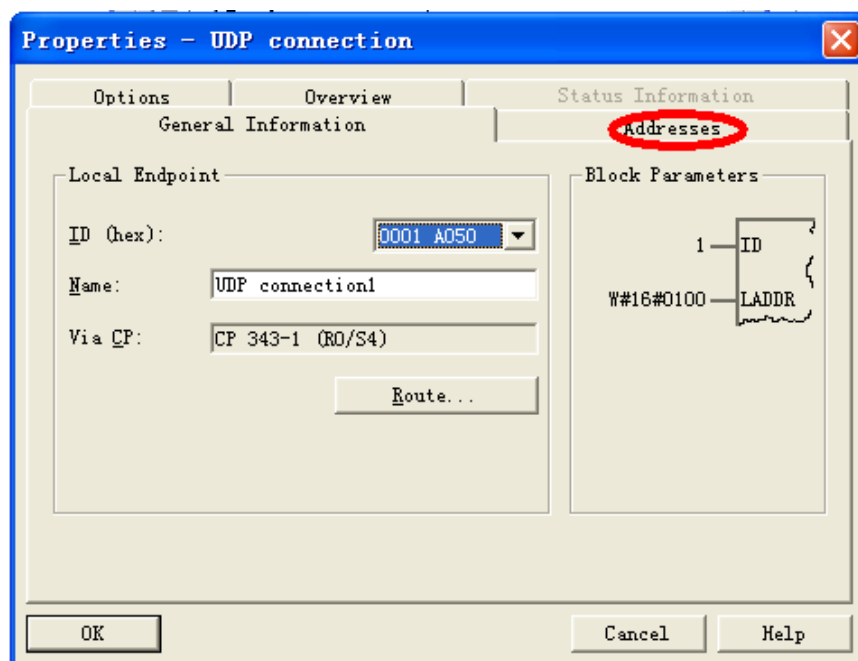
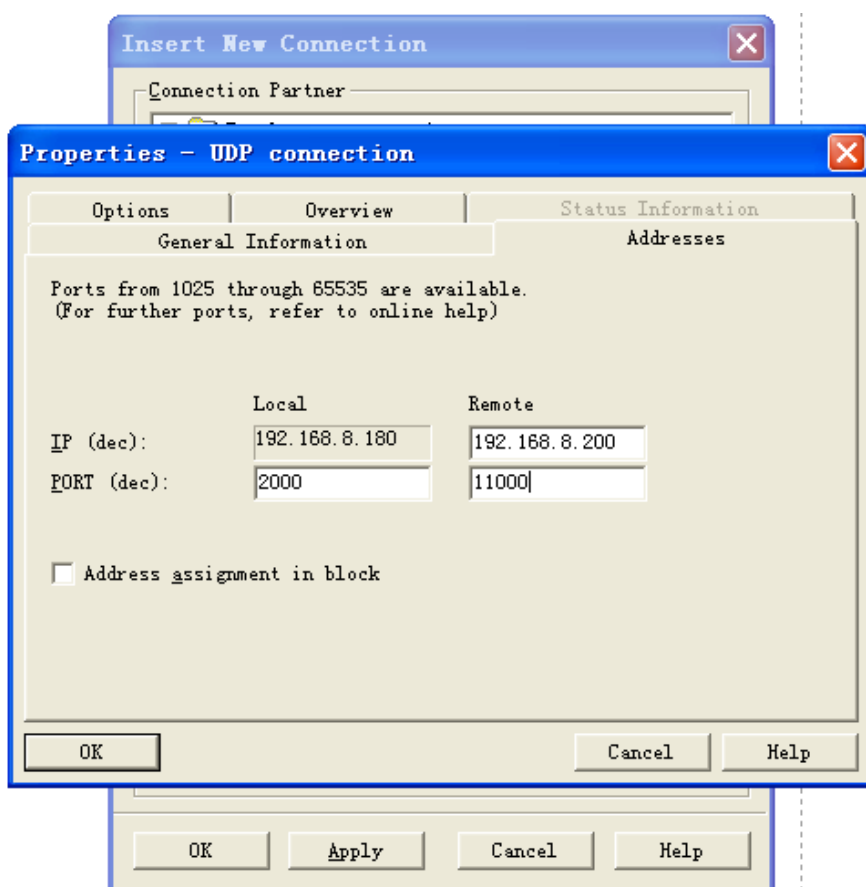

图 1.1.16
图 1.1.17
(5)、点击确定后，会出现如图 1.1.16 的界面，这里选择 ID 为 10(可修改)，然后选择 Address 选项。在 Address 选项中填写通信设备的 IP 地址和端口号等参数。
配置完参数后，直接点击 OK 提出即可。具体参数配置见图 1.1.16 和图 1.1.17 所示。